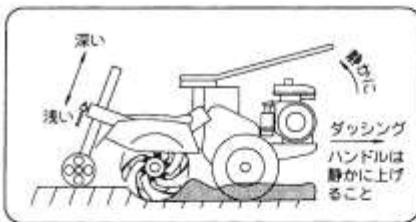

図32
- ロータリー側を下げる時はハンドルを静かに上げてください。硬い場所で急にハンドルを上げるとロータリー爪の反力で機体が押戻されかけがをする恐れがあり危険です。(図32)